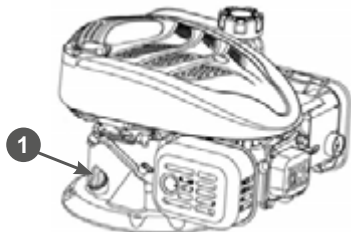

Рис. 19. Крышка-щуп маслозаливной горловины
- Осторожно открутите крышку-щуп 1 (Рис. 19) маслозаливной горловины, протрите его насухо и отложите в сторону.